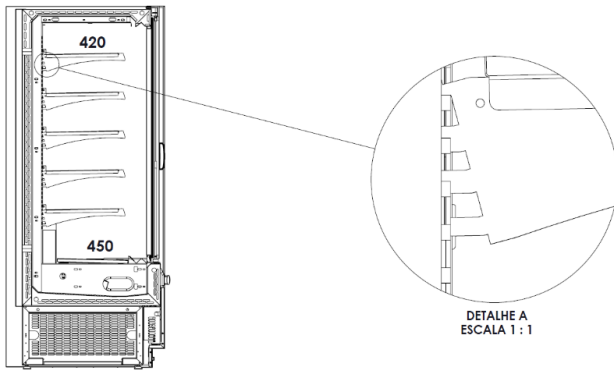

Figura 10: Prateleira reta
- 1 - Permite ajustes de altura com deslocamento mínimo de 25 mm conforme Figura 10;